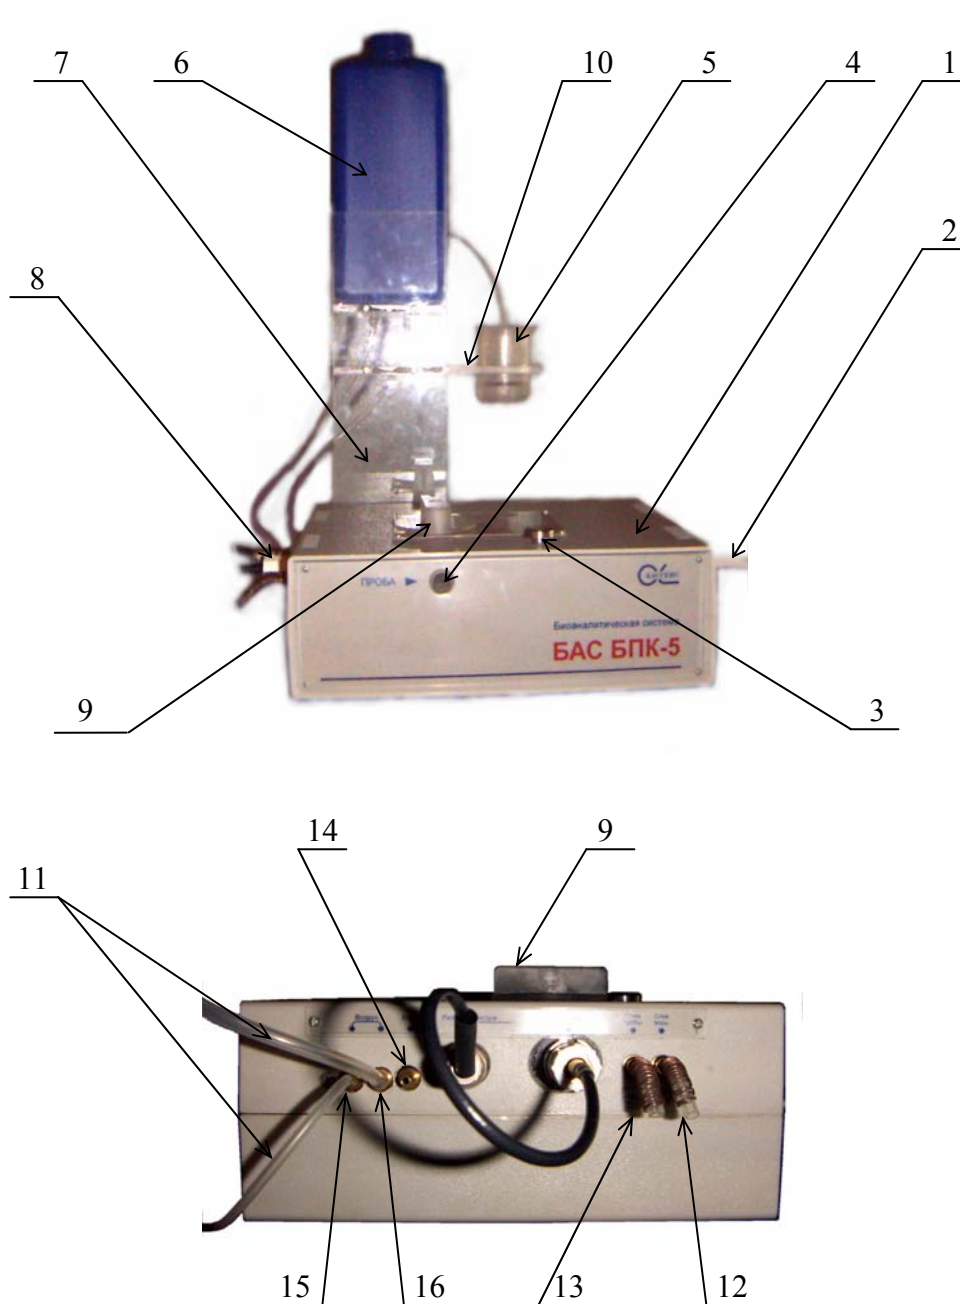
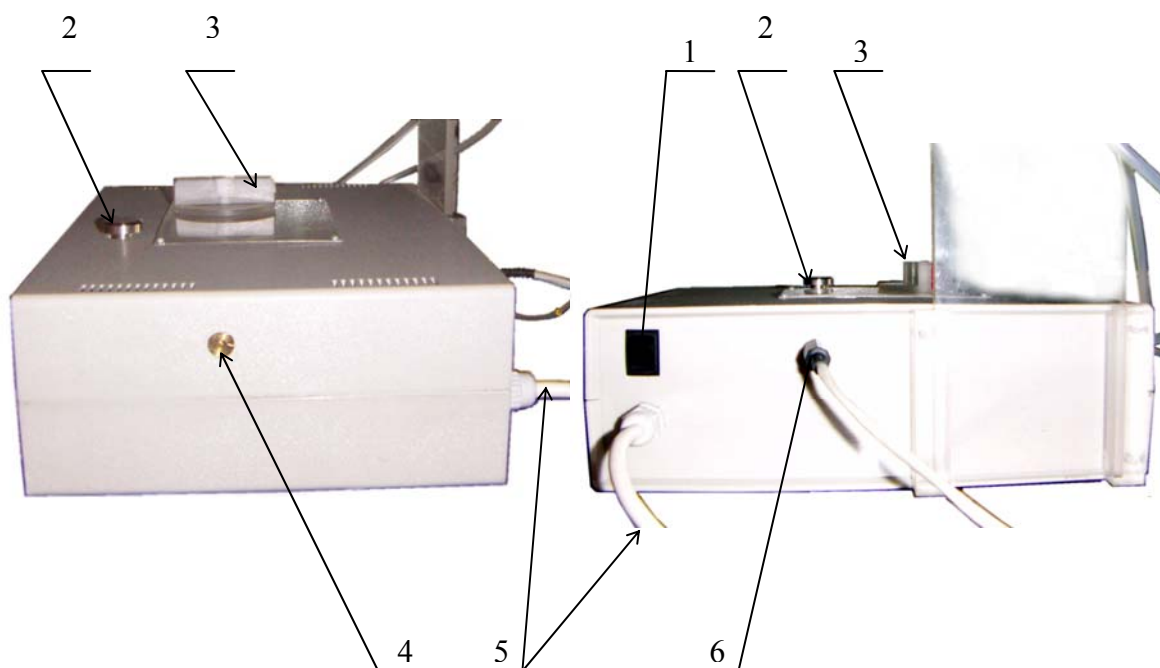
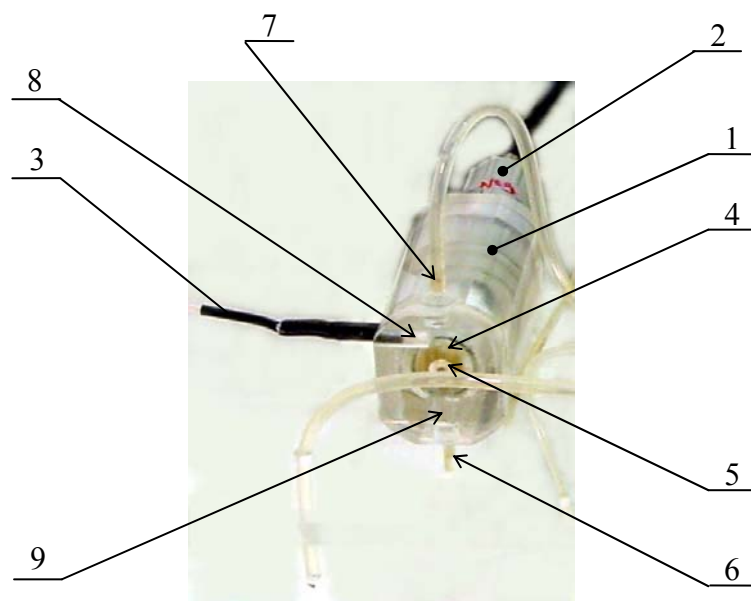
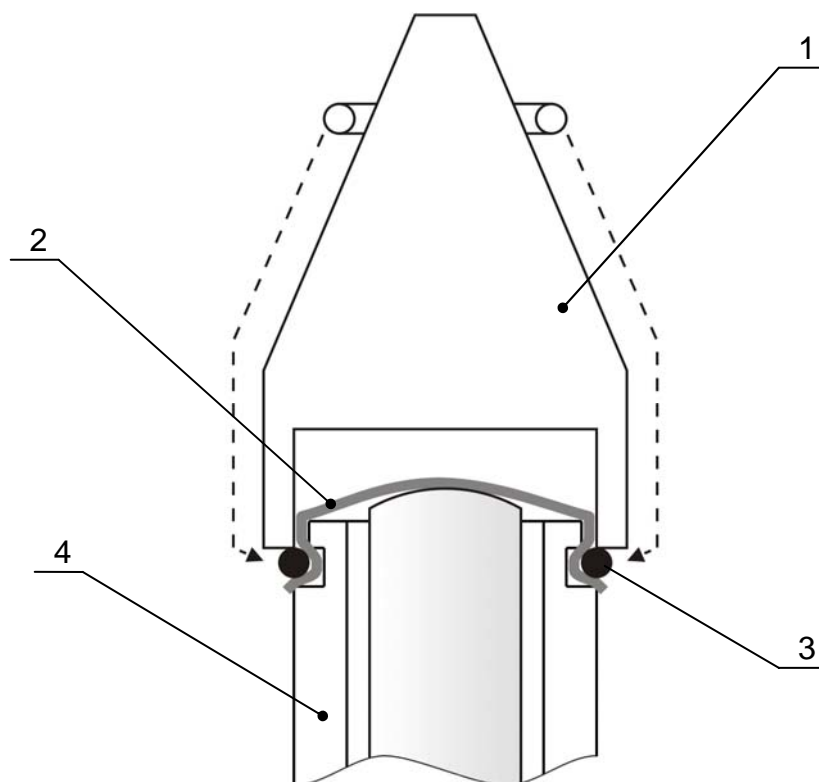

Рис.1 Внешний вид биоаналитической системы «БАС BPK-5».
Рис.2 Элементы управления биоаналитической системы «БАС BPK-5».
Рис.3 Внешний вид измерительной камеры.
Рис.6 Закрепление мембраны, с иммобилизованным на ней биоконцентом, на чувствительной поверхности $ASrO_2$.
Биоаналитическая система «БАС BPK-5», представленная на рис.1, является проточно-инжекционной и состоит из: корпуса (1), в который интегрированы анализатор кислорода АКПМ, микрокомпрессор и устройство подготовки и ввода пробы; ёмкости с дистиллированной водой (6) установленной на подставке (7); ёмкости для хранения пробы
При проведении измерений анализируемая проба вытесняется из петли под давлением столба жидкости (дистиллированная вода в ёмкости (6) см.рис.1, насыщенная кислородом воздуха) со скоростью, установленной регулятором расхода жидкости (4) см.рис.2, и проходит через измерительную камеру (рис. 3).
Измерительная камера (рис. 3) состоит из корпуса (1), в котором, с помощью байонетного соединения установлен микробиологический биосенсор (2). На биосенсор одета мембрана с биокомпонентом (4). Уплотнение в соединении биосенсор - измерительная камера осуществляется с помощью тонкого резинового кольца (5). Уплотнительное кольцо жёстко связано с корпусом (1), поэтому, при установке в измерительной камере биосенсора, уплотнение происходит автоматически. Чувствительная часть (катод) биосенсора расположена в основном канале (9) измерительной камеры, по которому протекает анализируемая жидкость. Связь измерительной камеры с коммутатором (9) и «выходным» штуцером (12) (см. рис.1) осуществляется с помощью силиконовых трубок через штуцеры (6) и (7).
С помощью конуса (1) и резинового кольца (3) закрепляют мембрану с иммобилизованным БК (2) на чувствительной поверхности $ASrO_2$ (4), как показано на рис.6. Расправляют гофры на мембране и устанавливают МББ-01 (2) (см. рис.3) в корпусе измерительной камеры (1) (см. рис.3), с помощью байонетного соединения.
Соберите установку, как показано на рис.1 и рис.2:
- Подставку (7) установите в направляющих, расположенных на задней стенке корпуса (1).
- Установите на верхнем кронштейне подставки (7) ёмкость для дистиллированной воды(6).
- Соедините силиконовыми трубками штуцеры расположенные в нижней части ёмкости (6) с соответствующими штуцерами на корпусе (1). «Водный» штуцер расположен в нижней части ёмкости (6) напротив боковой стенки со шкалой, второй штуцер «воздушный». На корпусе штуцеры помечены «вода» и «воздух».
- Установите микробиологический биосенсор МББ-01 (8) в измерительной камере с помощью байонетного соединения. Разъём кабеля соедините с соответствующим разъёмом «сенсор» на корпусе (1).
- Ёмкость для пробы (5) установите на кронштейне (10) подставки (7). Оденьте силиконовую трубку на свободный штуцер «воздух» на корпусе (1). Свободный конец трубки опустите в ёмкость (5).
- Под штуцерами «слив воды» и «слив пробы», расположенными на корпусе (1), установите кювету для жидкости.
- Один конец Data-кабеля соедините с соответствующим разъёмом (6) (см. рис.2), расположенном на задней стенке корпуса (1), другой, с разъёмом последовательного (COM) порта на системном блоке персонального компьютера.
- Вилку кабеля питания (5) (см. рис.2) включите в розетку промышленной сети 220В~50Гц.
- Установить ручку коммутатора (9) в положение «Подготовка».
- Ёмкость (6) (см. рис.1) заполните дистиллированной водой до верхней отметки на шкале.
- С помощью регулятора расхода жидкости (4) (см. рис.2) установите скорость потока 20÷40 капель в минуту.
- С помощью выключателя (1) (см. рис.2) включите питание системы.
Перед проведением градуировки раствор насыщают кислородом воздуха. Для этого свободный конец силиконовой трубки необходимо опустить в ёмкость (5) (см. рис.1) с раствором ГСО.
- С помощью шприца емкостью 20 мл, набирают 10÷15 мл анализируемой пробы и вводят через штуцер (4), расположенный на передней панели корпуса (1) (см. рис.1).
- Устанавливают ручку коммутатора (9) (см. рис.1) в положение «Анализ пробы» и наблюдают на экране монитора сигналы от амперометрического сенсора АСрО₂ и его первой производной.
После анализа просушите петлю нажав, и удерживая в таком положении в течении ~ 10 секунд, кнопку (2) (рис.2).